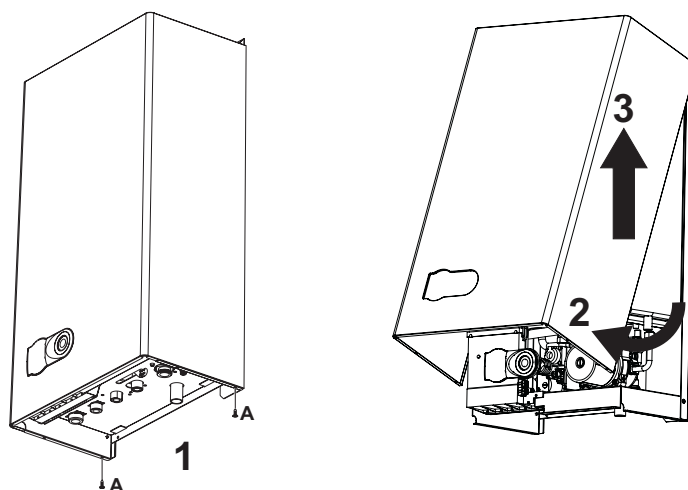

fig. 17 - Abertura do revestimento
1. Desaperte os parafusos A (vide fig. 17).
2. Rode o revestimento (vide fig. 17).